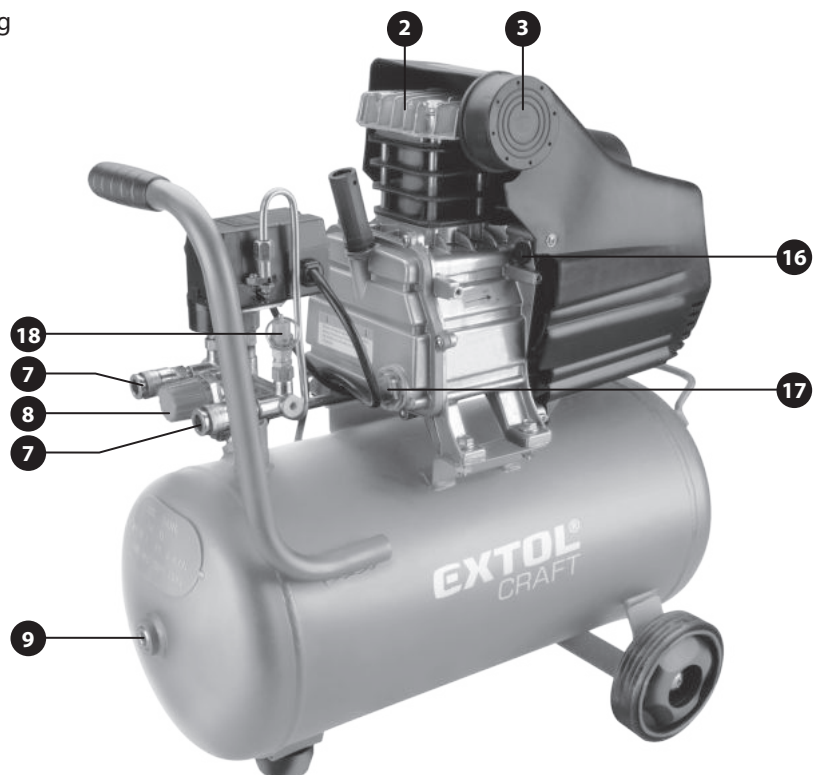
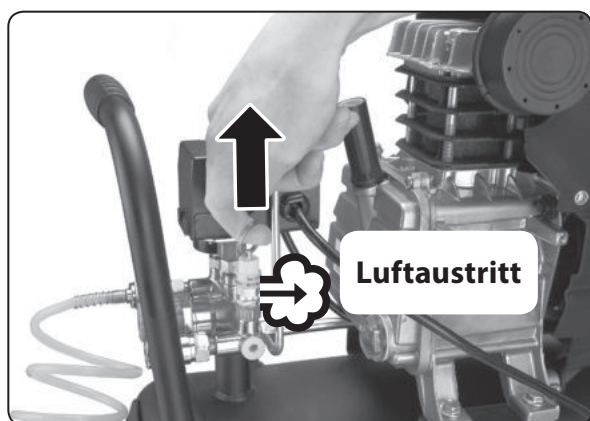

Abb. 1B
Abb. 8
Ziehen Sie am Ring des Überdruckventils (Abb. 1B, Position 18)/ Abb. 8 und prüfen Sie, ob der Ventilstift sich bewegt und automatisch schließt.
- ➔ Prüfen Sie kurz nach der Inbetriebnahme des Kompressors (einem Teilaufbau vom Druck im Druckluftbehälter), ob das Überdruckventil funktionsfähig ist, und zwar durch Ziehen am Ventilring und Entriegelung des Schließstiftes. Falls alles in Ordnung ist, muss auf der rechten Ventilseite Luft austreten, siehe Abb. 8. Falls nicht, schalten Sie den Kompressor sofort ab und kontrollieren Sie, ob die Ablassöffnung des Ventils durch mechanischen Schmutz nicht verstopft ist. Falls dies durch eine andere Störung im Innenbereich des Ventils verursacht ist, schalten Sie den Kompressor sofort ab, machen Sie ihn über das angeschlossene Werkzeug drucklos (siehe unten) und stellen Sie eine Reparatur in einer autorisierten Servicewerkstatt der Marke Extol® sicher. Ebenso muss der Schließstift des Überdruckventils von selbst in die ursprüngliche Position zurückkehren und das Ventil schließen, und falls nicht, benutzen Sie den Kompressor nicht und gehen Sie wie oben beschrieben vor.
Nach dem Abkühlen vom Kompressor drücken Sie zuerst den Taster für die Deaktivierung der Thermosicherung, siehe Abb. 1B, Position 16, und dann schalten Sie den Betriebsschalterhebel in die Position „EIN“ um. Falls es sich nicht um die Aktivierung der Thermosicherung handelt, lassen Sie den Kompressor in einer autorisierten Servicewerkstatt der Marke Extol® reparieren.
- ➔ Um das System drucklos zu machen oder den Überdruck abzulassen kann man den Stift des Überdruckventils anheben, wie auf der Abb. 8 dargestellt. Der Luftaustritt aus dem Ventil befindet sich auf der rechten Seite.